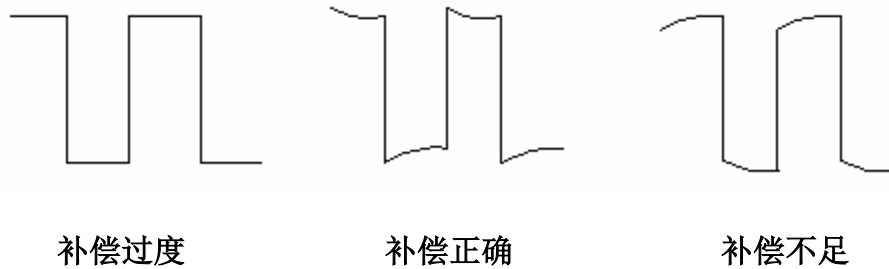
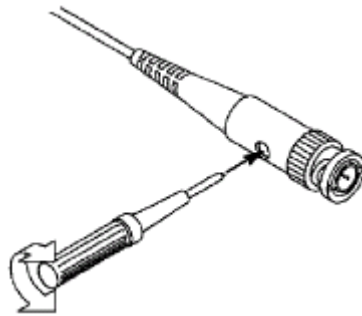

图 3-3：探头补偿显示波形
图 3-4：探头调整
- 3、 检查所显示的波形，调节探头，直到补偿正确。见图 3-3，图 3-4。